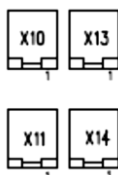

Abb. 30
6. Wählen Sie die zwei freien Anschlüsse auf der Platine zum Anschluss der neuen Batterien (X10 und X13 oder X11 und X14, Abb. 30).